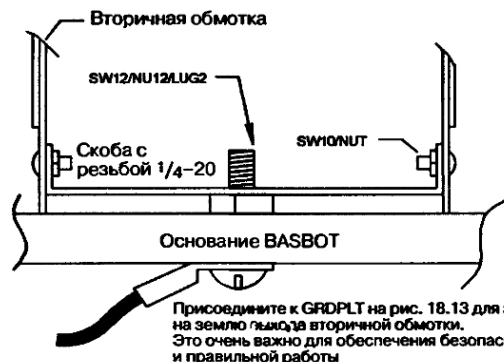

Рис. 18.3. Сборка вторичной катушки
| LS10 | 1 | Вторичная катушка в сборе, см. рис. 18.3 | |
3. Соберите вторичную катушку LS1, как показано на рис. 18.3.
С рис. 18.3